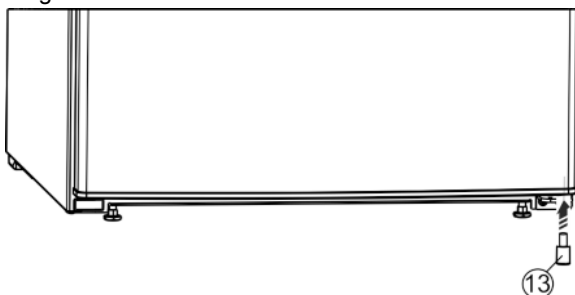

Fig. 6
- A távtartót Fig. 6 (13) helyezze vissza az ajtó jobb oldalának aljára, mivel ez fontos a készülék stabilitásához.